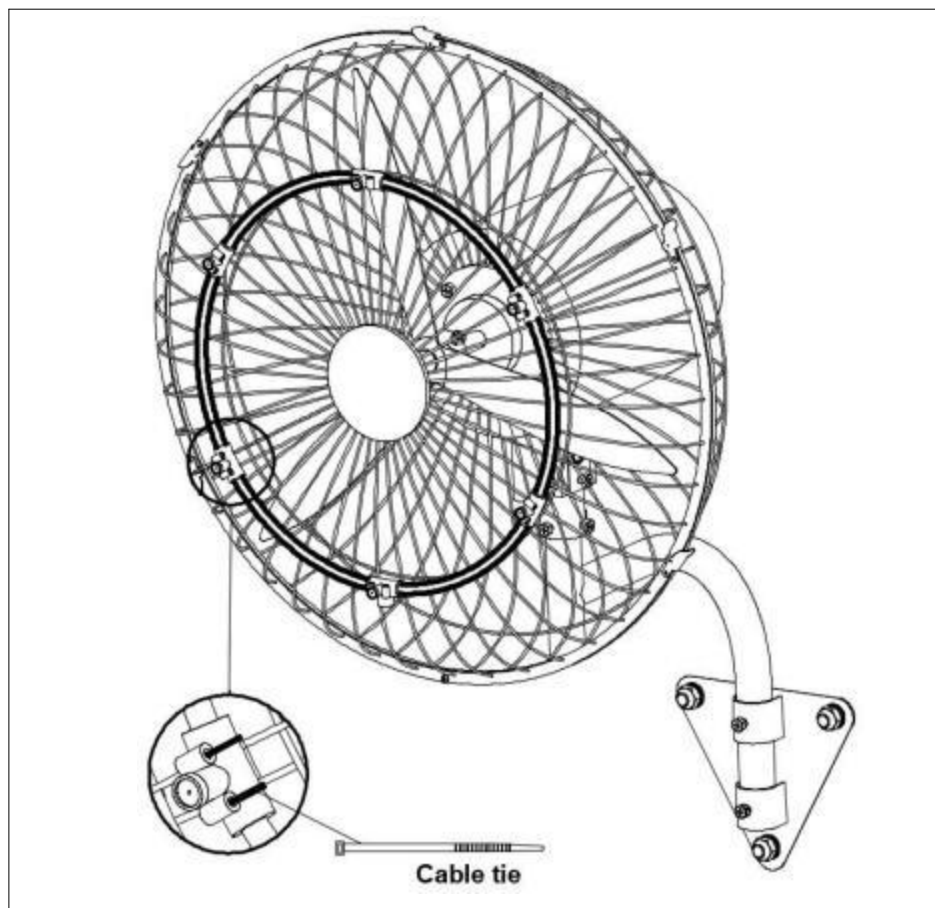

Bild 10.
1). Montera sprutröret på det främre gallerskyddet och fäst det med ett buntband. Se (Bild 10.)